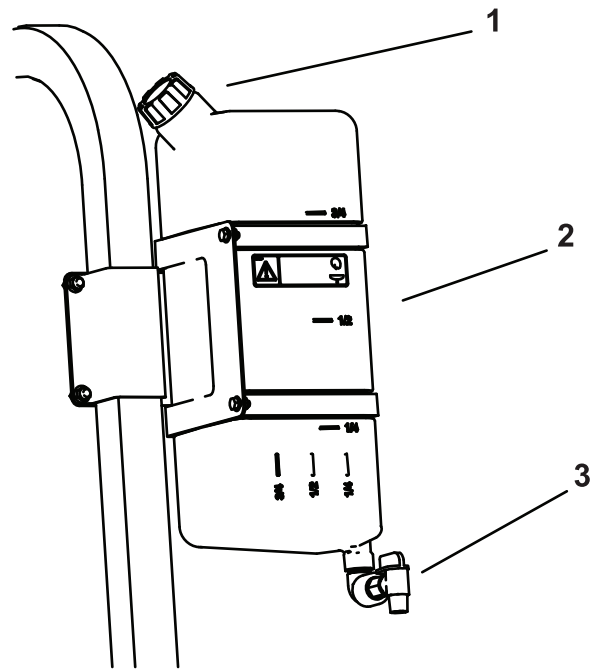

Figura 70
- Pour remplir le réservoir, dévissez le bouchon situé sur le dessus, remplissez-le d'eau douce puis revissez le bouchon en place (Figura 70).
- Pour ouvrir le robinet du réservoir d'eau douce, tournez le levier sur le robinet (Figura 70).